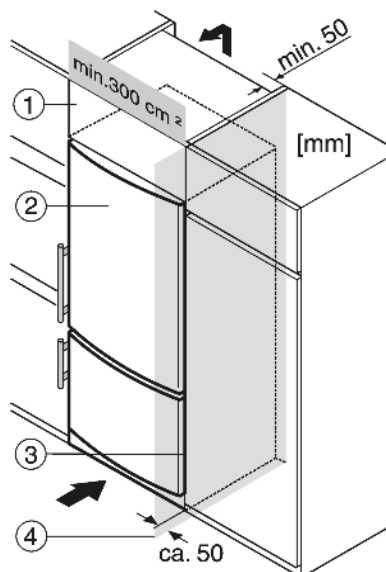

Fig. 21
- (1) Дополнительный шкафчик
- (2) Устройство
- (3) Кухонный шкаф
- (4) Стенка
Устройство может быть окружено предметами кухонной обстановки. Чтобы уравнять устройство Fig. 21 (2) по высоте с кухонной стенкой, можно установить над устройством соответствующий дополнительный шкафчик Fig. 21 (1).
При комбинировании с обычными кухонными шкафами (глубиной макс. 580 мм) устройство можно установить непосредственно рядом с кухонным шкафом Fig. 21 (3). Дверца устройства выступает по сторонам на 34 мм и по центру устройства на 50 мм относительно передней стенки кухонного шкафа. Поэтому ее можно свободно открывать и закрывать. Важно для вентиляции:
Если устройство установлено на шарнирах у стены Fig. 21 (4), то расстояние между устройством и стеной должно быть не менее 50 мм. Настолько выступает ручка при открытой дверце.